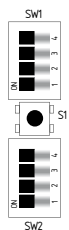

Fig. 3
Ajuste do tempo (ver Fig. 3 e 4)
- Os interruptores DIP encontram-se embaixo do painel frontal do módulo (ver Fig. 3 e 4).